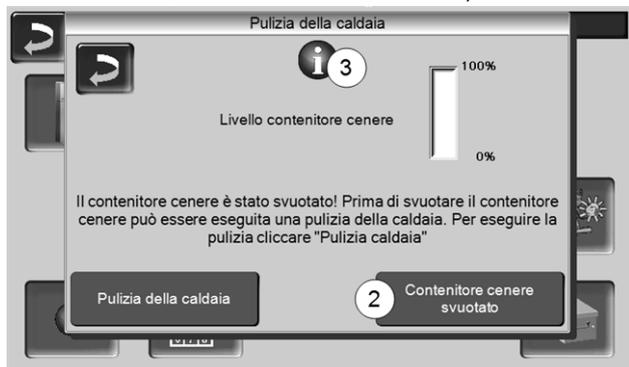

Abb. 2-55
- ▶ Cliccare **Pulizia caldaia > Abb. 2-55**